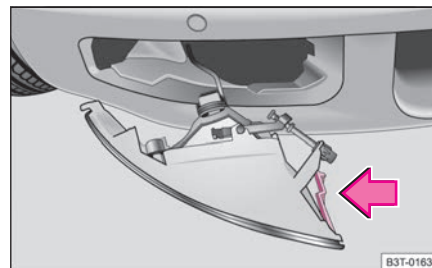

Fig. 221 Desmontar los faros antiniebla delanteros
- Meta la mano en la apertura, en la que se encuentra la rejilla, y haga presión contra la trampilla elástica ⇒ página 253, fig. 221.